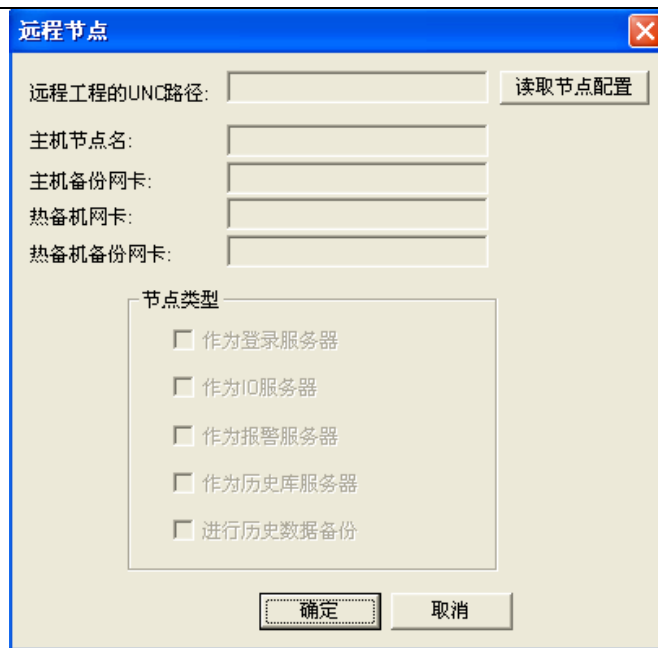

图 11-5 远程站点配置对话框
- 3、执行此命令后弹出远程站点配置对话框，如图 11-5 所示。